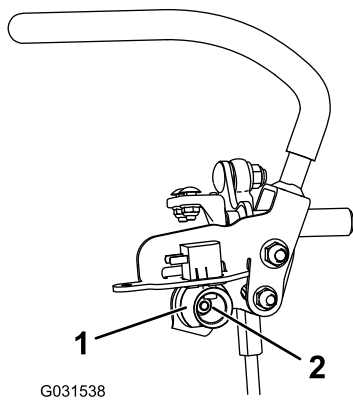

Figure 83
6. Desserrez l'écrou de fixation de la came (Figure 83).